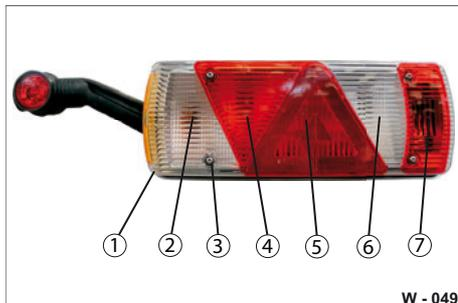

Abb. 48 Komponenten der Heckleuchte
- ▶ Schrauben Sie die 4 Befestigungsschrauben (Abb. 48/3) ab.
- ▶ Entfernen Sie die äußere Lichtscheibe (Abb. 48/1). Legen Sie diese sicher ab.
- ▶ Schrauben Sie die Befestigungsschrauben (Abb. 48/3) an. Ziehen Sie die Schrauben mit max. 1,5 Nm Anziehdrehmoment an. Eine gesprungene Lichtscheibe muss erneuert werden!